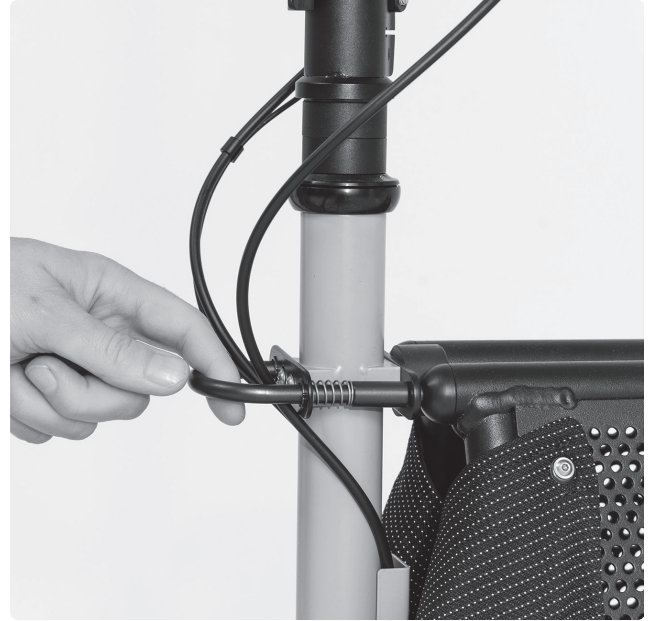

ABB. 54
- Zum Öffnen des Korbes ziehen Sie leicht am Arretierbügel (Abb. 54). Der Korb öffnet sich ohne weiteres Zutun.